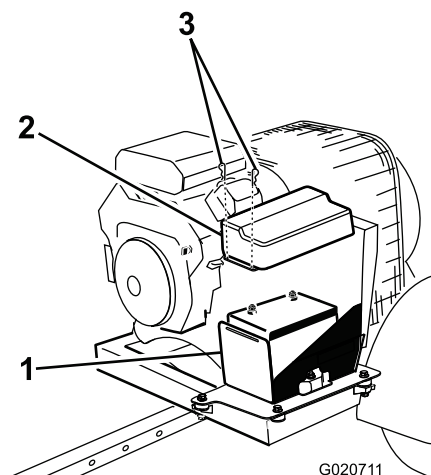

Figura 3
1. Retire os cliques que prendem a tampa da bateria à caixa da bateria (Figura 3). Retire a cobertura da caixa.